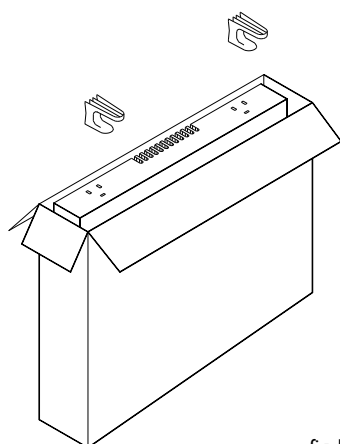

fig 1
2.- Abra el embalaje por el lugar indicado y fije los soportes sin sacar el acumulador (Fig. 1 y 2). Dé la vuelta a la caja de forma que el acumulador se apoye sobre los soportes y retire el embalaje. Compruebe que el modelo de acumulador corresponde al solicitado y que se encuentra en perfectas condiciones.